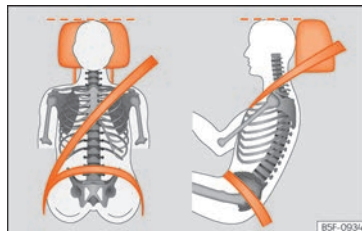

Abb. 85 Richtig eingestellte Kopfstütze von vorne und seitlich betrachtet.
– Stellen Sie die Kopfstützen so ein, dass sich die Oberkante der Kopfstütze möglichst auf einer Linie mit dem oberen Teil Ihres Kopfes, aber mindestens auf Augenhöhe befindet » » **Abb. 85.**